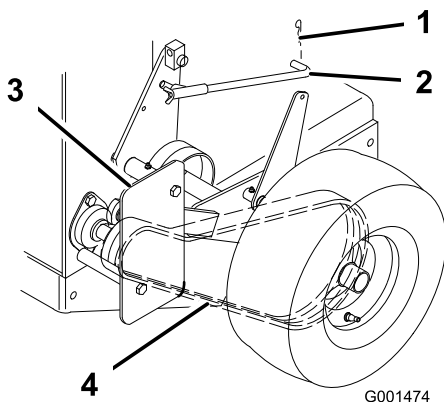

Figura 38
1. Retire el pasador de horquilla que sujeta la varilla del freno al brazo del freno para aliviar la tensión en la polea tensora de la correa (Figura 38).
2. Retire el perno inferior y afloje los pernos superiores del protector para poder girarlo y facilitar el acceso a la correa (Figura 38).
3. Eleve la correa, desacópela de la polea tensora y retírela de la polea de transmisión (Figura 38).
6. Sujete el deflector con los pernos retirados anteriormente, y apriete los pernos (Figura 38).
7. Sujete la varilla del freno al brazo del freno con un pasador de horquilla (Figura 38).